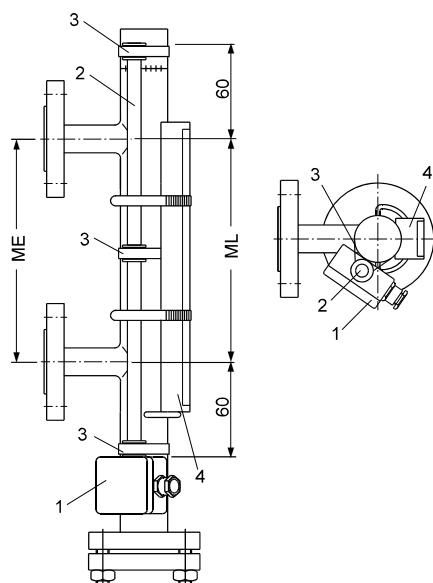
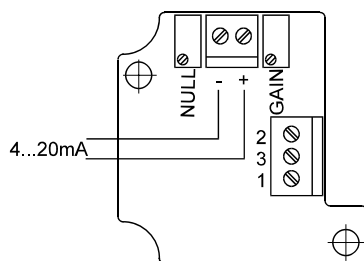

Fig. 2
Fig. 5
Lorsque  $ML = ME$  (distance de milieu des raccords) est pour l'assemblage fig. 2 de façon pertinente. Avec une longueur de mesure (ML), (ME) de l'indicateur d'aimant les volumes de fixation peuvent aussi être installés plus petit que la distance de milieu entre le manchon.
Fig. 5 et 6 montrent les colliers de raccord et les points d'ajustement du transducteur de tête dans une norme et/ou des Ex i - mise en oeuvre. Lors du raccordement, veuillez considérer la polarité indiquée. Le zéro de l'annonce à distance (4 MA) se trouve départ usine environ 50 mm au-dessus du début de la canalisation de sonde (voir fig. 2), le terme (20 MA) se trouve environ 50 mm avant la fin de la canalisation de sonde. demandent aux modifications du champ de mesure avec un tournevis fin mettre en oeuvre prudemment (voir le cap. 6).